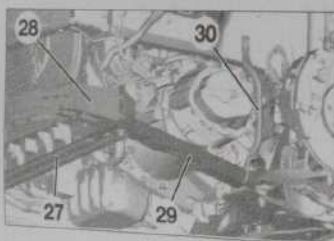

Fig. 10
- la traverse inférieure (27) (Fig.10),
- la poutre piéton (28),
- l'allonge de berceau (29),
- les tirants (30) (suivant motorisation).